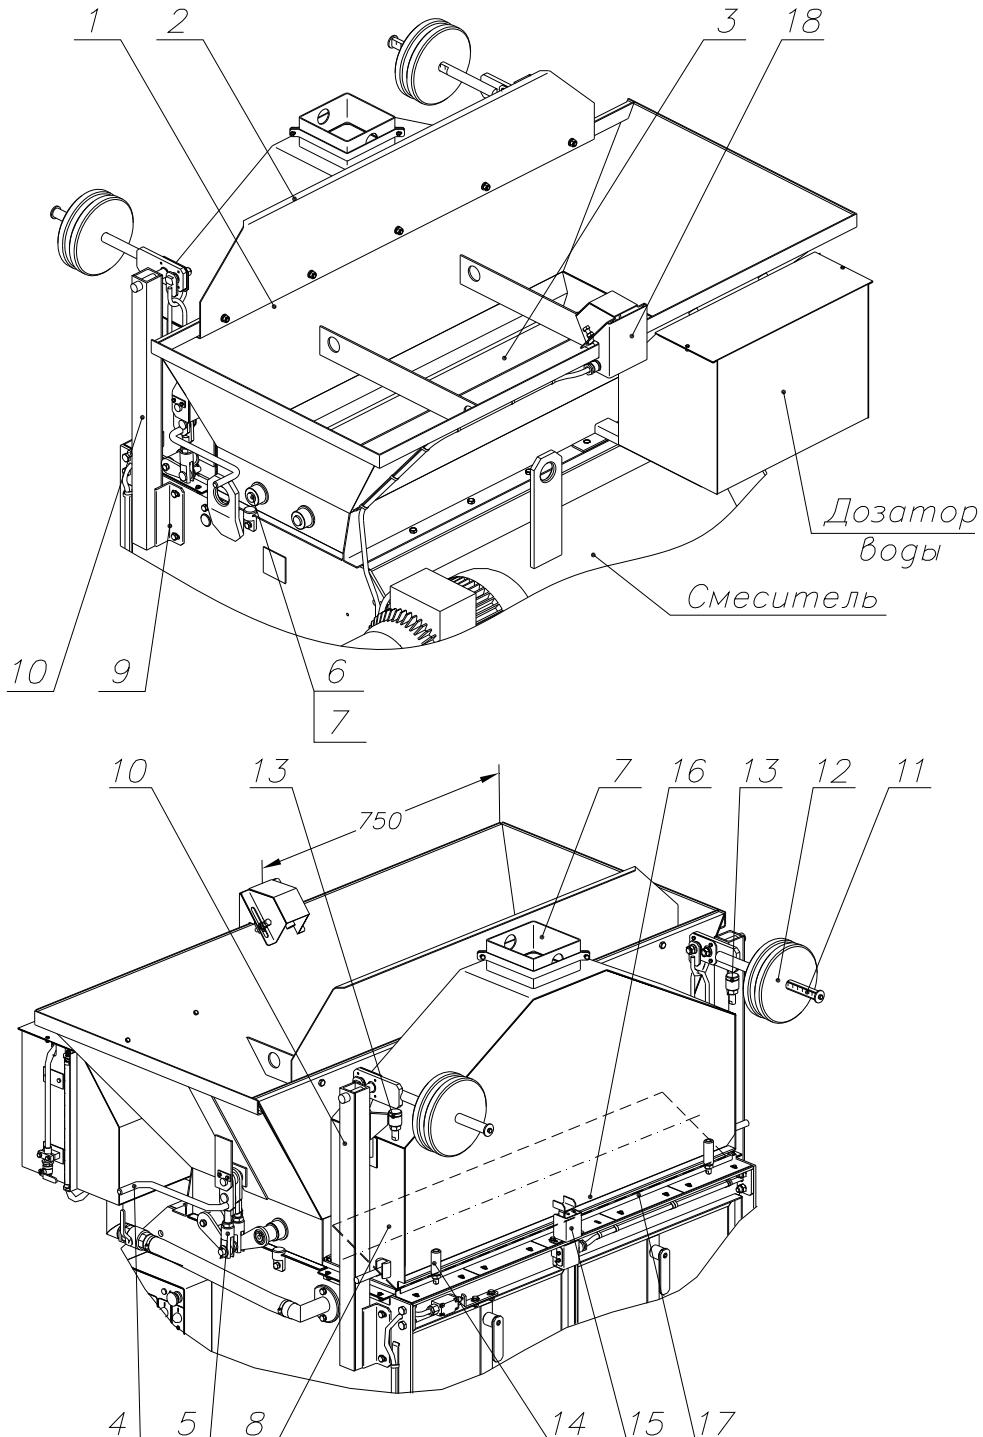

Рис. 2. Дозатор компонентов.
Дозатор (Рис. 2) состоит из двух самостоятельных отсеков: заполнителя 1 и вяжущего 2. Первый закреплен на смесителе неподвижно, а второй с возможностью небольшого (3...5 мм) вертикального перемещения.
2.3.1. Подать заполнитель в емкость отсека заполнителя до срабатывания указателя уровня 18 (Рис. 2), отключающего привод загрузочной машины. Для обеспечения загрузки бункера по всему объему указатель имеет возможность перемещения вдоль стенки бункера, а размещенный в нем бесконтактный емкостной выключатель перемещается вверх и вниз вместе с защитным кожухом по пазам основания. Разгрузка заполнителя в смесительную камеру осуществляется поворотом рычага 4 против часовой стрелки на угол 100°, после чего рычаг возвращается и фиксируется в исходном положении. Причем ход фиксации ощущается
2.3.2. Подать цемент в емкость отсека вяжущего включив двигатель транспортирующей машины (шнекового транспортера). По мере заполнения бункера происходит его уравновешивание на рычагах и, перемещаясь вниз, он воздействует на датчик, разрывая цепь питания двигателя. Разгрузка бункера производится поворотом рукоятки 9 (Рис. 2) по часовой стрелке. После разгрузки рукоятку перевести в исходное положение и, приложив небольшое (3...5 кг) усилие, зафиксировать. Следующая доза вяжущего отмеряется повторным пуском двигателя транспортирующей машины. Цикл повторяется.